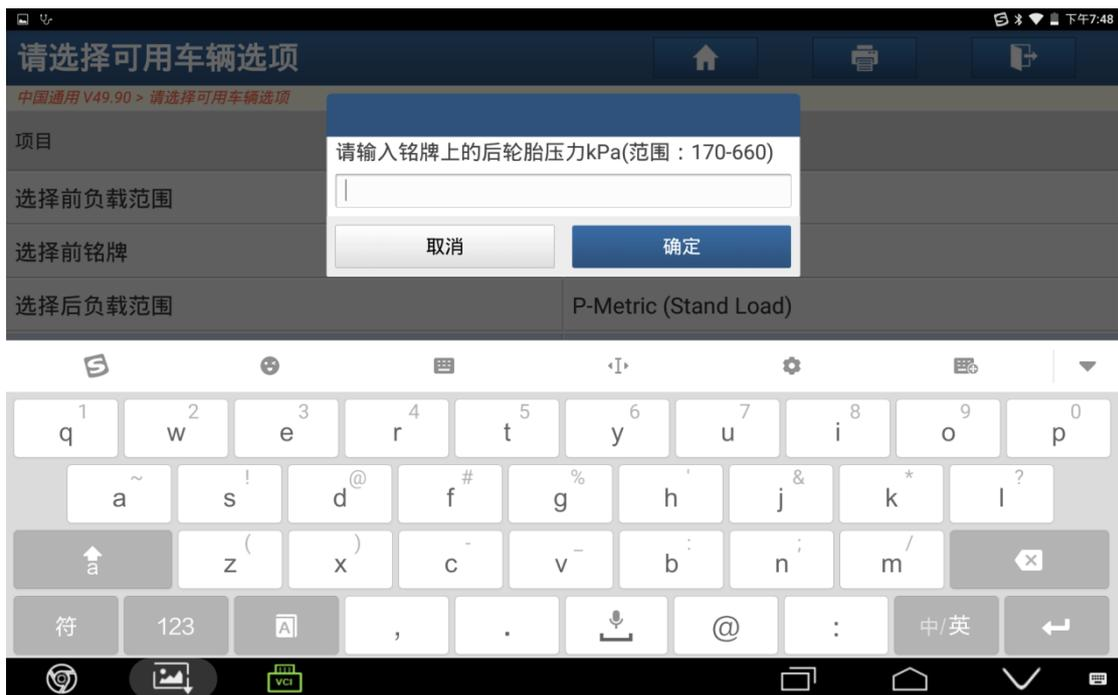

图 40
40). 点击“选择后铭牌”，输入铭牌上后轮胎压力，然后点击“确定”，如图 40；